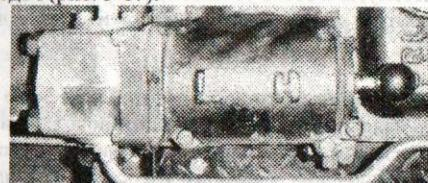

Рис. 3-17. Масляный насос гидравлической системы. L – насос выключен. H – насос включен.
Рукоятка включения масляного насоса гидросистемы закреплена на левой стороне коробки передач (рис. 3-17).
- 1.) при работе трактора не связанной с работой навесного оборудования, масляный насос должен находиться в **выключенном** положении (рис. 3-17). Шток включения насоса рекомендуется вытягивать с двойным выжимом педали сцепления.